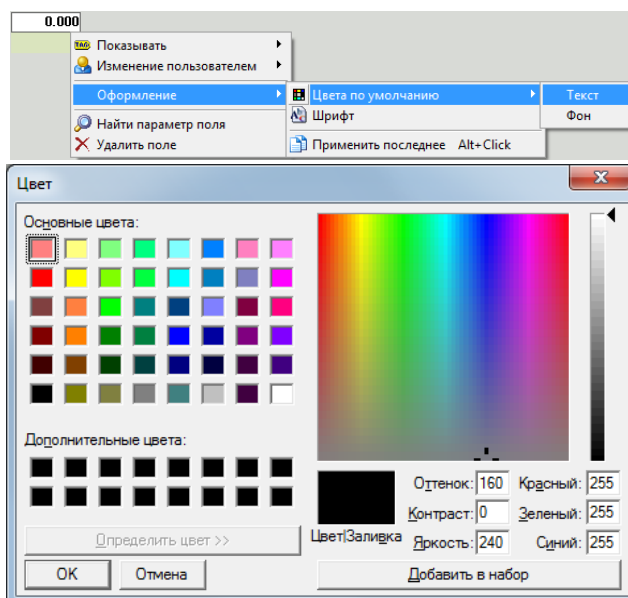

Рис. 4.49
4) цвет текста и фона. Откройте контекстное меню поля, выберите «Оформление», «Цвета по умолчанию» и «Текст» или «Фон». В открывшемся диалоговом окне установите интересующий Вас цвет (рис. 4.49).